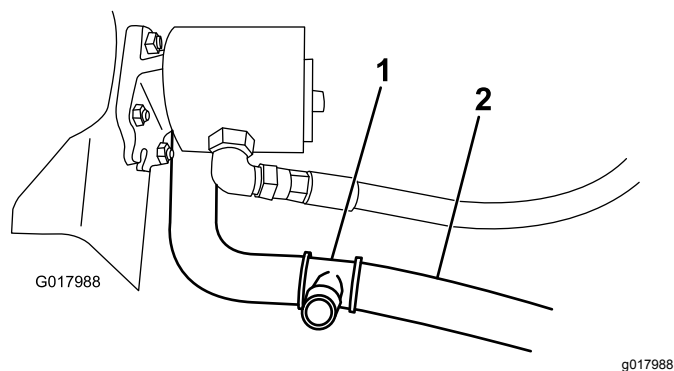

Figure 17
2. Coupez le flexible inférieur de radiateur à environ 89 mm de l'axe du flexible au coude de 90° (Figure 17).
3. Branchez le raccord en T à chaque extrémité nouvellement coupée du flexible inférieur de radiateur à l'aide des 2 larges colliers de serrage (Figure 17).